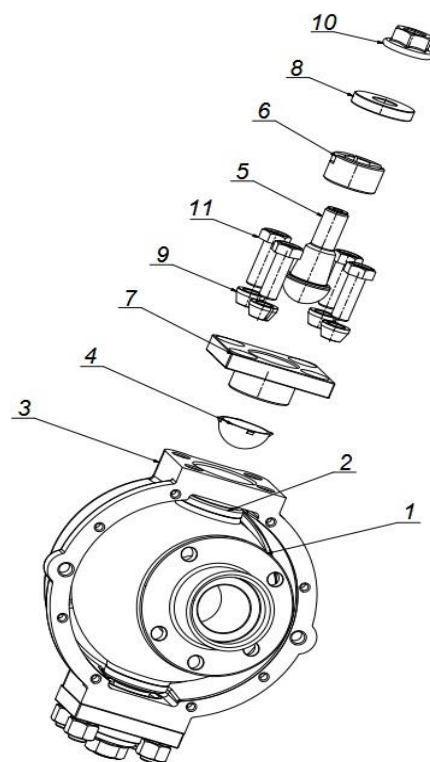

Рисунок 1 Поворотный кулак без рычага
Техническое обслуживание шкворневого узла включает в себя проверку на наличие люфтов и их устранение в случае появления. Для этого необходимо проверить наличие люфта (вывесив колесо на домкрате), если люфт есть, то снять колесо, открутить гайку (10) нижнего шкворня Рисунок 1, убрать накладку (8), вывернуть пресс-масленку. Нанести через мягкую оправку жесткий удар по торцу шкворня, с целью выведения конусов шкворня и втулки из зацепления и дотянуть конусную втулку до упора, усилие 10-15 кгс*м. Ввернуть пресс-масленку на место, установить накладку с прокладкой, затянуть гайку (10) с усилием 5кгс*м. В пресс-масленку добавить 2-3 гарантированных качка смазки. Чрезмерное количество подаваемой смазки здесь ни к чему, поскольку возможно продавливание манжеты поворотного кулака или сальника ШРУСа.